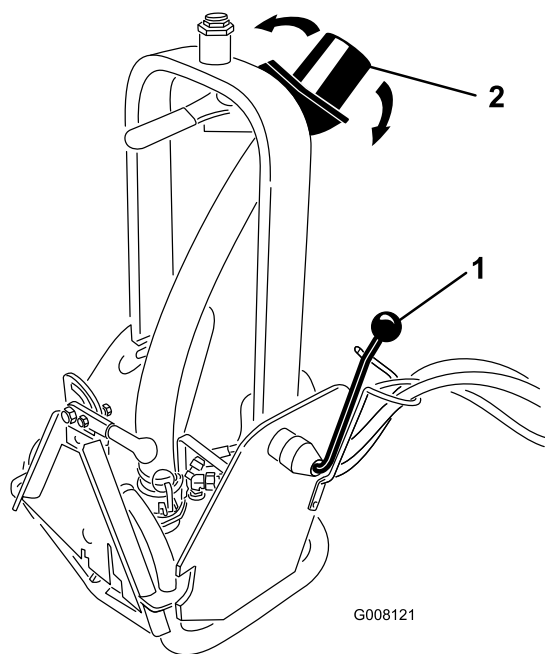

Figure 6
La buse de décharge (Figure 6) peut être réglée de haut en bas ou latéralement pour diriger le débit à l'endroit voulu.
- Tournez la poignée de verrouillage (Figure 6) pour déverrouiller la tour de pivotement.